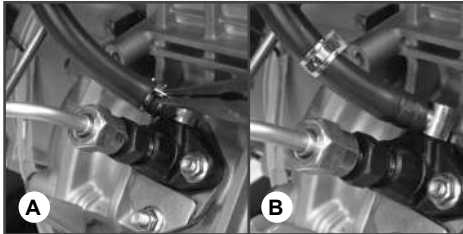

Рис. 9 Хомут топливного шланга
2. Сожмите плоскогубцами хомут топливного шланга со стороны топливного насоса (Рис. 9А) и сдвиньте хомут в сторону (Рис. 9В).
4. Рычаг включения двигателя на панели рычагов (Рис.9) переведите вправо до щелчка (фиксации).
4. Рычаг включения двигателя на панели рычагов (Рис.9) переведите вправо до щелчка (фиксации в положении «Работа»).